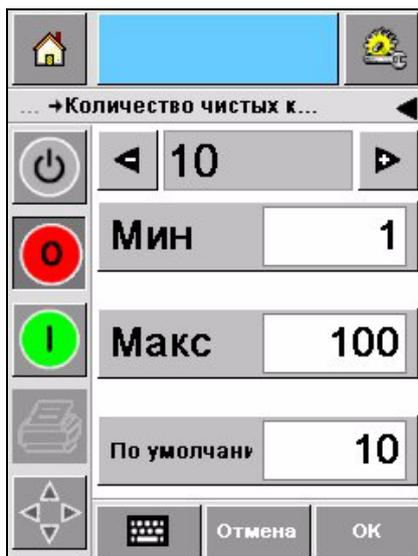

Рисунок 5-18: *Prints per Cleaning Cycle (Печатей за цикл очистки)*
- 1 Перейдите к *Tools (Инструменты) > Setup (Настройки) > Printhead (Печатающая головка)* и прокрутите вниз до *Prints per Cleaning Cycle (Печатей за цикл очистки)*. Введите нужное значение (Рисунок 5-18).